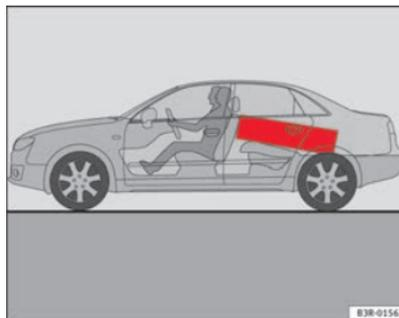

Fig. 115 Os objectos pesados devem ser transportados o mais à frente possível. ▶
- Os objectos pesados devem transportar-se o mais à frente possível ⇒ página 147, fig. 115.